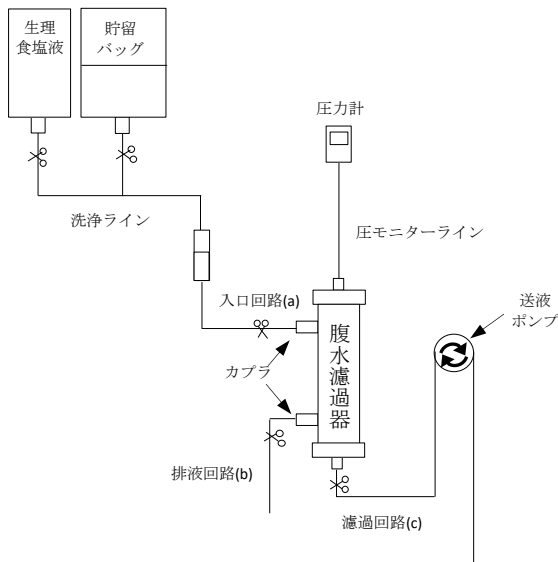

図6 陰圧ポンプ式外圧濾過法の回路図
- 1) 原腹水を貯留した貯留バッグを入口回路(a)(エアー吸入口側)に接続する。(以降の手順に従い、図6の通り接続する)